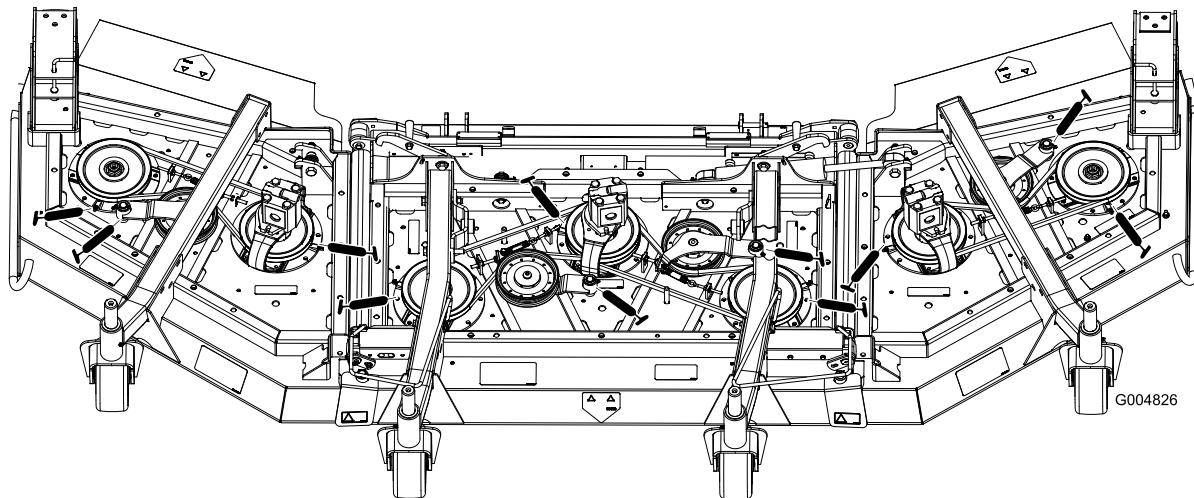

Figura 64
- Três rolamentos do eixo - localizados debaixo da polia (Figura 64)
- Casquilhos da articulação do braço intermédio (Figura 64)